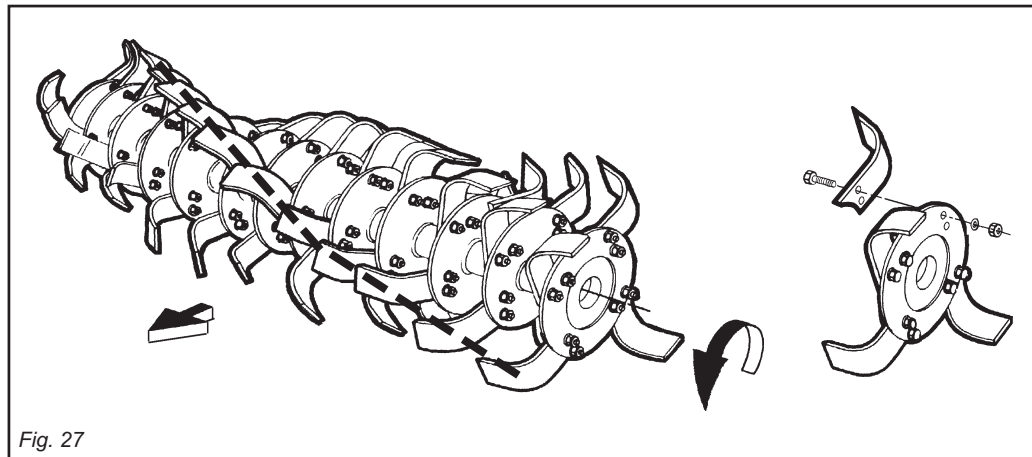

Fig. 27
Le zappette con cui viene equipaggiata la macchina sono adatte per la lavorazione su terreni di normale conformazione. Controllare giornalmente la loro usura o integrità. Qualora durante il lavoro dovessero per cause accidentali piegarsi (o rompersi) è necessario sostituirle immediatamente avendo l'accortezza di rimontare la nuova zappetta nella identica posizione di quella da sostituire (Fig.27).
**I bulloni che fissano le zappette devono avere la testa dalla parte delle zappette e il dado con relativa rondella dalla parte della flangia (Fig. 27).**
Remember to mount the new hoe blade in exactly the same position as the old one (Fig. 27).
**The heads of the bolts fixing the hoe blades in place must be on the side of the hoe blades themselves, while the nut with relative washer must be on the flange side (Fig. 27).**
Le nouveau couteau devra être monté exactement dans la position de celui à remplacer (Fig. 27).
**Les boulons de fixation des couteaux doivent avoir la tête côté couteau et l'écrou avec la rondelle côté flasque (Fig. 27).**
Die Hackmesser, mit der die Maschine ausgerüstet wird, eignen sich zur Bearbeitung von Boden mit normaler Beschaffenheit. Sie sind täglich auf ihre Unversehrtheit und ihren Verschleißzustand zu prüfen. Sollten sie bei der Arbeit verbiegen oder zu Bruch gehen, müssen sie sofort ersetzt werden. Dabei ist zu beachten, daß man das neue Hackmesser an der gleichen Stelle montiert, an der sich das beschädigte befand (Abb. 27). Sollten gleich mehrere Hackmesser zu ersetzen sein, sollte man jeweils ein Hackmesser ein- und ausbauen, um eine falsche Einbau-position zu vermeiden. Die Hackfräsen sind in der Regel mit 4 Hackmessern pro Flansch ausgerüstet. Wenn der Boden allerdings trocken an den Werkzeugen kleben bleibt, kann man auch 6 Hackmesser pro Flansch montieren.
**Die Schrauben, mit denen man die Hackmesser befestigt, müssen den Kopf auf der Seite des Hackmessers und die Mutter mit der Unterlegscheibe auf der Flanschseite haben (Abb.27).**
Las azadillas que presenta la máquina son idóneas para trabajar sobre terrenos de normal conformación. Controlar todos los días su buen estado y eventual desgaste. Si durante el trabajo por eventuales accidentes se doblan o rompen es necesario sustituirlas inmediatamente prestando atención de montar la nueva azadilla en la idéntica posición de la precedente (Fig. 27).
**Los bulones que fijan las azadillas deben tener la cabeza de la parte de las azadillas y la tuerca con la relativa arandela de la parte de la brida (Fig.27).**
Se si devono sostituire le zappette, fare attenzione che le nuove assumano la posizione di quelle smontate (Fig. 27).
If the hoe blades must be changed, remember to set the new blades in the same positions as the demounted ones (Fig. 27).
En cas de remplacement des couteaux, veillez surtout à ce que les nouveaux couteaux occupent les positions de ceux démontés (Fig. 27).
Wenn man die Hackmesser ersetzen muß, darauf achten, daß die neuen in der Position der ersetzten am Hackstern angebracht werden (Abb. 27).
Cuando sustituimos azadillas respetar la posición de las azadillas desmontadas (Fig. 27).